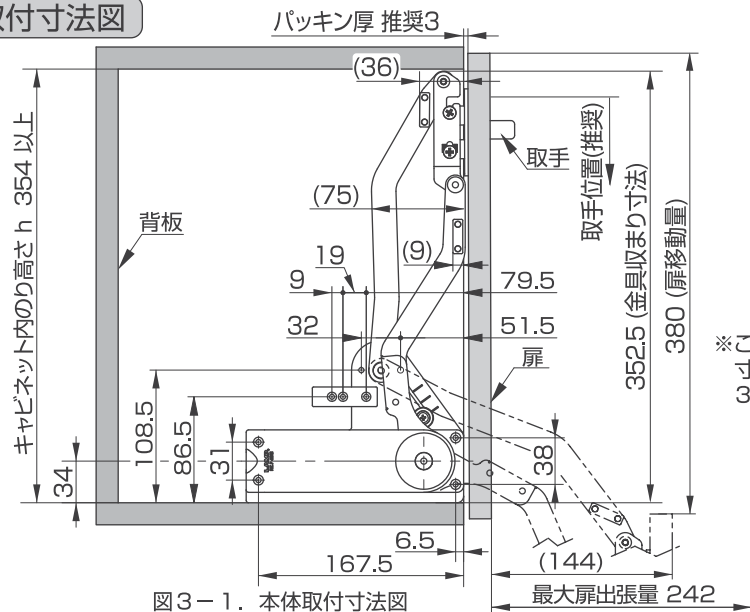
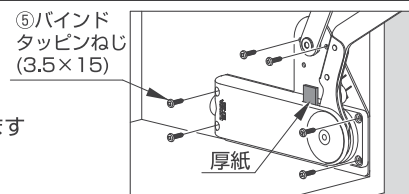

図3-1. 本体取付寸法図
図4
- (1) ①②SLD本体をキャビネット内側の下部および間口前面に合わせ、付属の⑤取付ねじ(3.5×15)で固定します(図3-1、図4)。
- (2) 扉に取手を取り付けます。
※取手は、③座金の上端を限度に、なるべく下に取り付けてください(図3-1)。